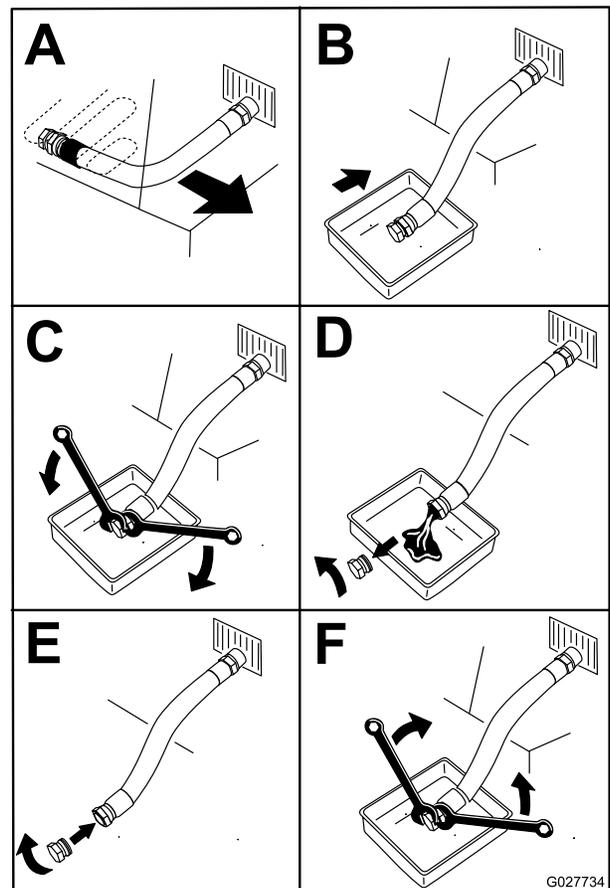

Figura 53
- Prima di scendere dalla postazione di guida spegnete il motore, toglie la chiave di accensione e attendete che si fermino tutte le parti in movimento (Figura 53).